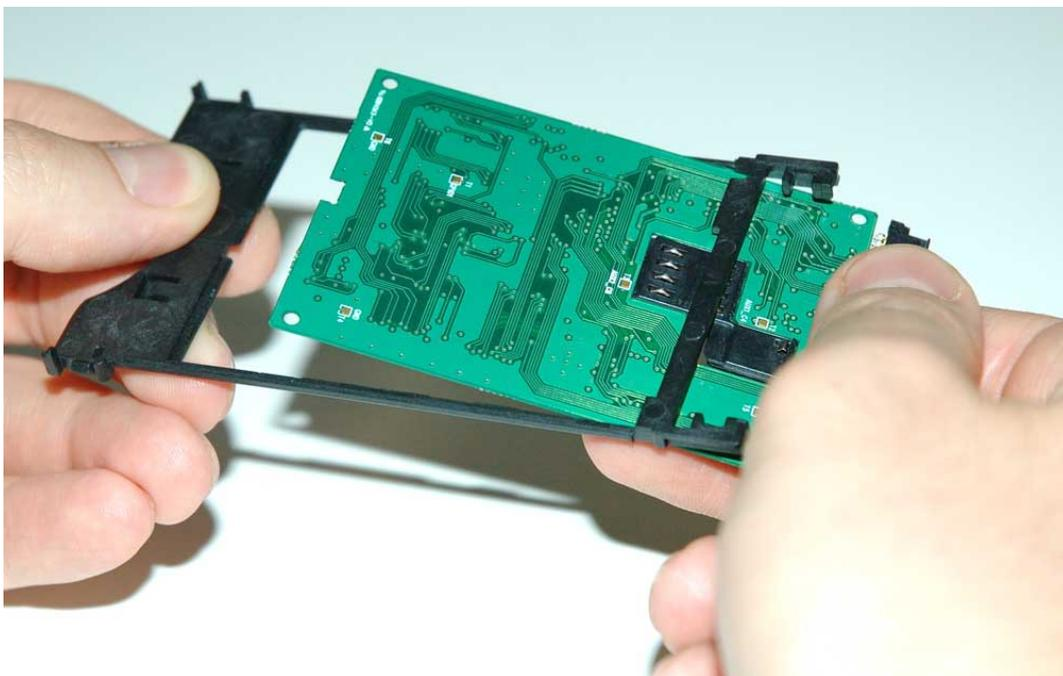

Fig. 33
- Inserir a placa da Cam, voltada para baixo, na Frame de plástico, da caixa. Deslize através das guias, como se mostra na figura (Fig. 33 e 34):